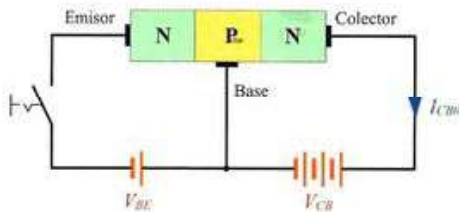

Figura 9.18. Transistor con el emisor abierto.
a) **Tensión inversa colector-base (V_{CBO}) con el emisor abierto:** en la Figura 9.18 se ha abierto el circuito del emisor; observa cómo la unión formada por la base y el colector están polarizadas inversamente con la tensión V_{CB} . Como ocurría con los diodos, esto provoca la circulación de una pequeña corriente de fuga (I_{CBO}) que no será peligrosa hasta que no se alcance la tensión de ruptura de la unión. Normalmente esta tensión suele ser elevada (del orden de 20 a 300 V).